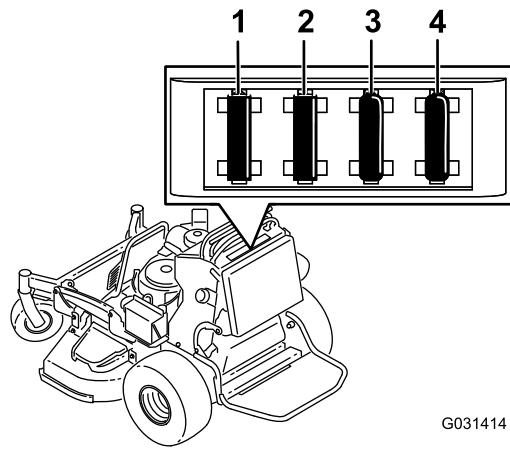

Figura 57
4. Retire o fusível e substitua-o (Figura 57).